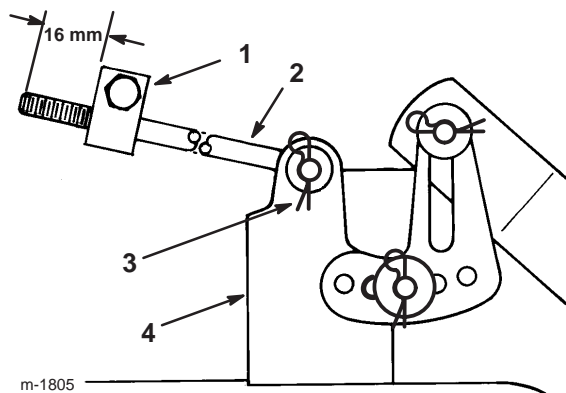

Bild 13
4. Messen Sie die Länge der Stange, die vorne aus dem Einstellblock an den Seiten des Rahmens heraussteht (Bild 13).
Hinweis: Entfernen Sie, wenn die Länge der Stange nicht 16 mm beträgt, den Splint und die Scheibe vom Ende der Stange (Bild 13) und drehen Sie die Stange, bis die Länge von 16 mm erreicht ist.